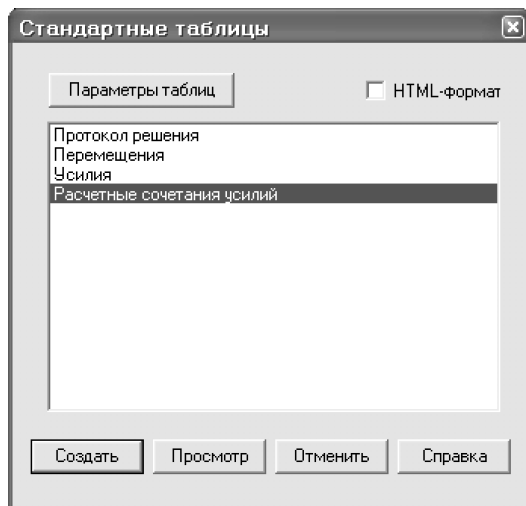

Рис.1.19. Диалоговое окно
- После этого в диалоговом окне **Стандартные таблицы** (рис. 1.19) выделите строку **Расчетные сочетания усилий**.